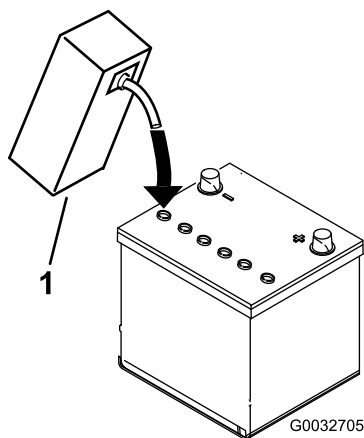

図 7
3. 各セルの電極板が液面下 6 mm 程度に水没するまで、電解液を慎重に入れる 図 7。
4. 電極板が液を吸収するまで20-30分間程度待つ。必要に応じて、電極板が 6 mm程度水没するぐらいに電解液を補充する 図 7。